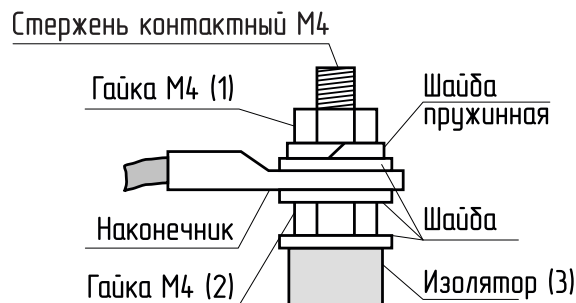

Рис.8 Присоединение проводов к выводам блок ТЭН
13.4. При замене блок ТЭН присоединение фазных проводов к выводам блок ТЭН производить согласно Рис.8. Сечение кабеля указано в таблице 10.